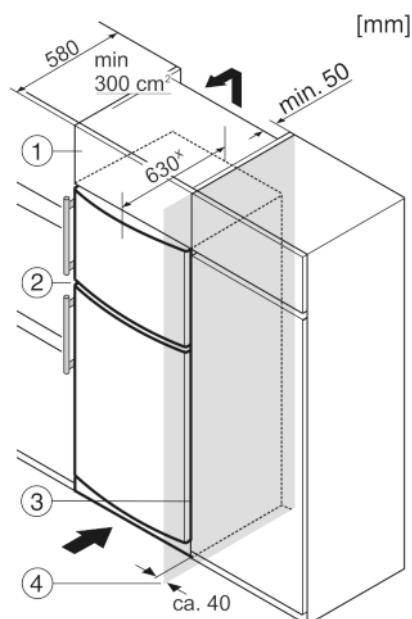

Fig. 7
Пристрій можна комбінувати з кухонними шафами. Для того, щоб пристрій Fig. 7 (2) вирівняти по висоті кухонної секції, на пристрій можна встановити антресольну секцію Fig. 7 (1).
У разі комбінування з кухонними шафами (максимальна глибина 580 мм) пристрій можна встановлювати безпосередньо поряд із кухонною шафою Fig. 7 (3). Пристрій виступає збоку на 34 мм^x і посередині на 50 мм^x відносно передньої панелі кухонної шафи.
Якщо пристрій встановлюється поряд зі стінкою Fig. 7 (4), відстань між пристроєм та стінкою повинна бути не менше 40 мм. Це відповідає необхідній відстані для ручки після відкриття дверцят.